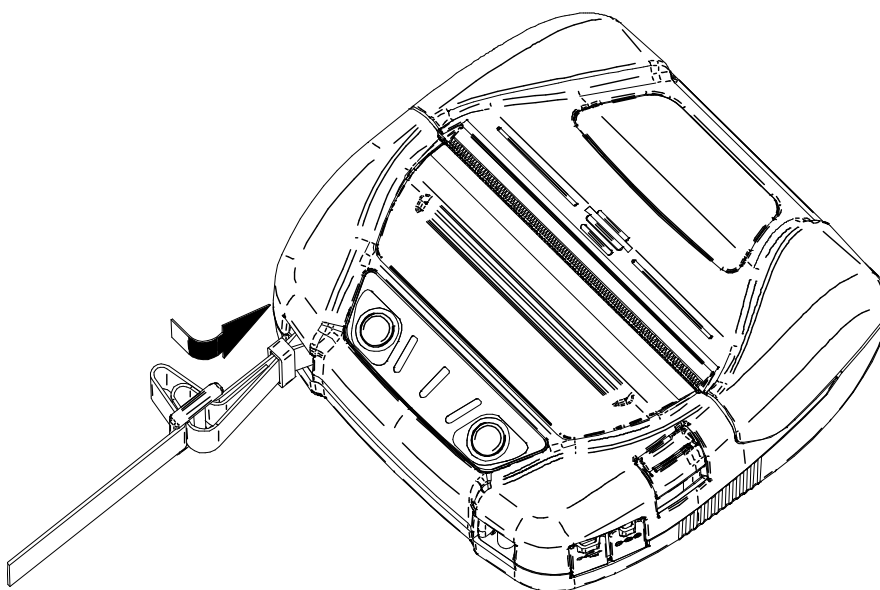

Figura 14-7 Installazione della tracolla (4)
- (4) Come mostrato nella Figura 14-7, far passare la punta della tracolla attraverso il foro del regolatore sul lato più vicino alla stampante. Quindi, far passare di nuovo la punta della tracolla attraverso l'anello.